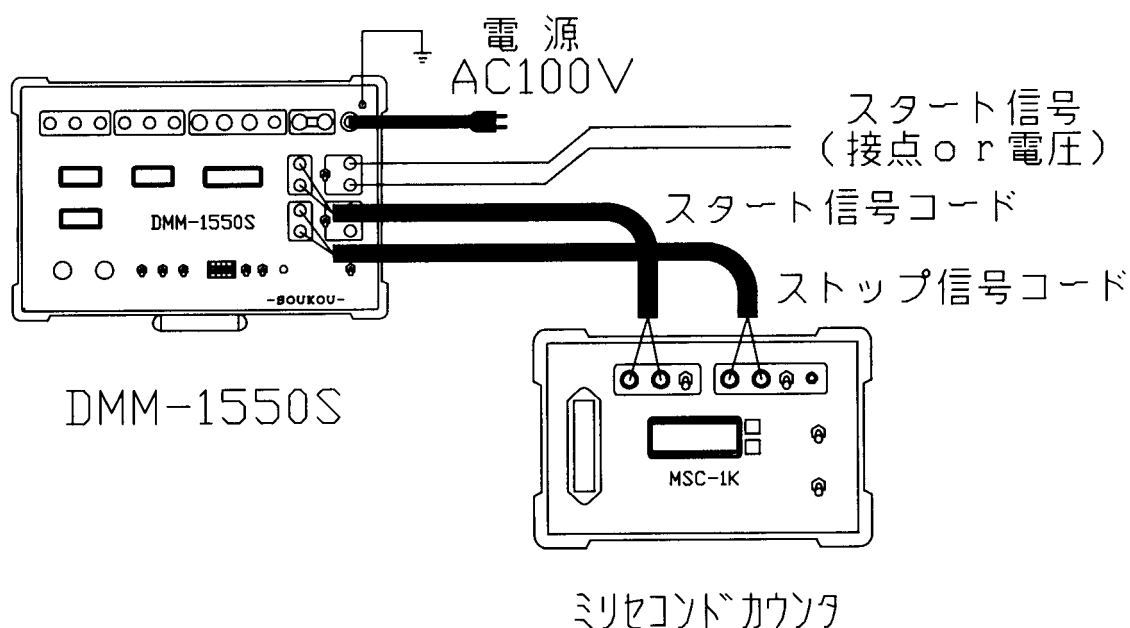

図6：タイマの測定（ミリ秒単位）
3. タイマをスタートさせる信号に合わせて、スタート入力端子又は、電流入力端子に、スタート信号用のコードを接続して下さい。（図6、7、8参照）
5. タイマのスタート信号が必要な場合は、スタート出力端子に出力用のコードを接続して下さい。（図6参照）
6. ストップ出力端子に、ストップ信号用のコードを接続して下さい。（図6、7、8参照）